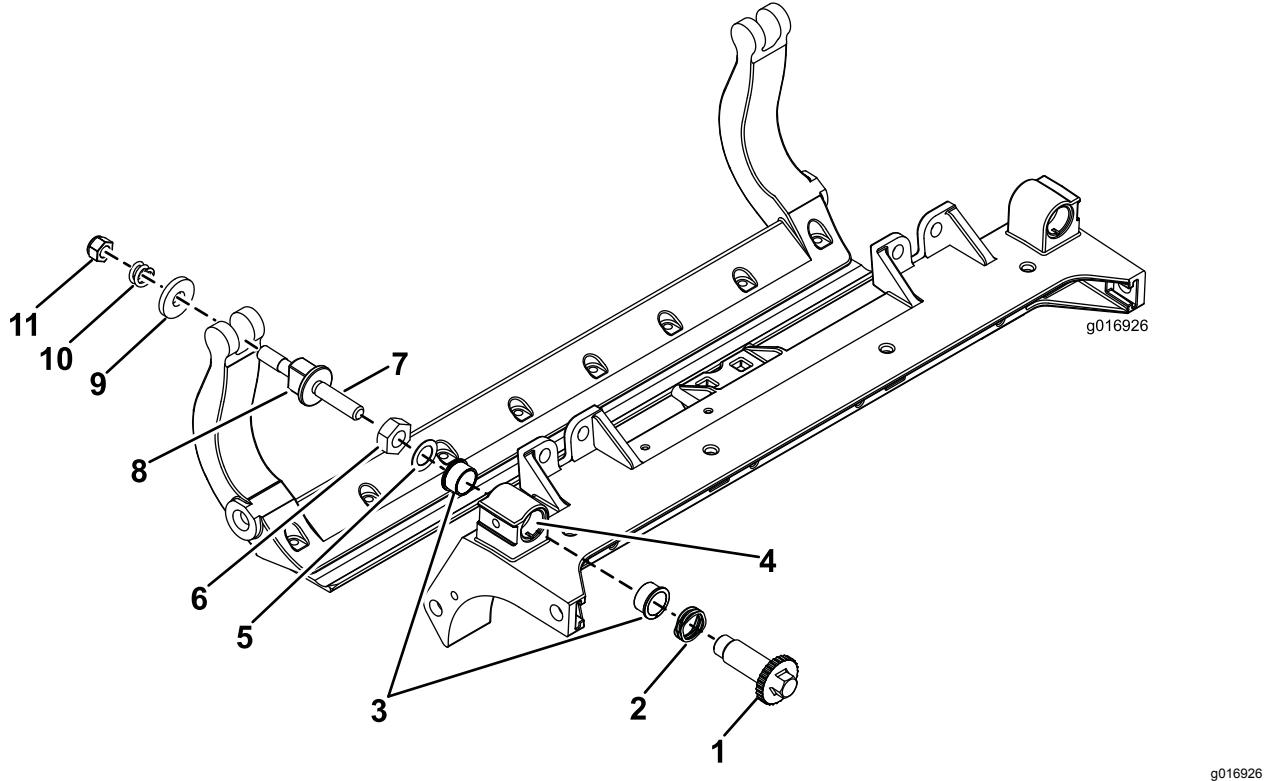

Bild 35
1. Entfernen Sie alle Teile (siehe *Installationsanleitung* für das HD-DPA-Kit und Bild 35).
2. Tragen Sie ein Gleitmittel innen im Büchsenbereich am mittleren Schneideinheitrahmen auf (Bild 35).
3. Fluchten Sie die Keile an den Flanschbüchsen mit den Schlitten im Rahmen aus und setzen Sie die Büchsen ein (Bild 35).
4. Legen Sie eine Wellenscheibe auf die Einstellerwelle und schieben Sie die Einstellerwelle auf die Flanschbüchsen im Rahmen der Schneideeinheit (Bild 35).
5. Befestigen Sie die Einstellerwelle mit einer Flachscheibe und einer Sicherungsmutter (Bild 35).
12. Legen Sie eine Stahlscheibe außen auf jede Nylonscheibe (Bild 35).
Hinweis: Die Scheiben innen können einen Abstand aufweisen (Bild 35).
15. Ziehen Sie die Mutter an jedem Untermesserträgereinsteller an, bis die Druckfeder ganz zusammengedrückt ist, lösen Sie die Mutter dann um eine halbe Umdrehung (Bild 35).